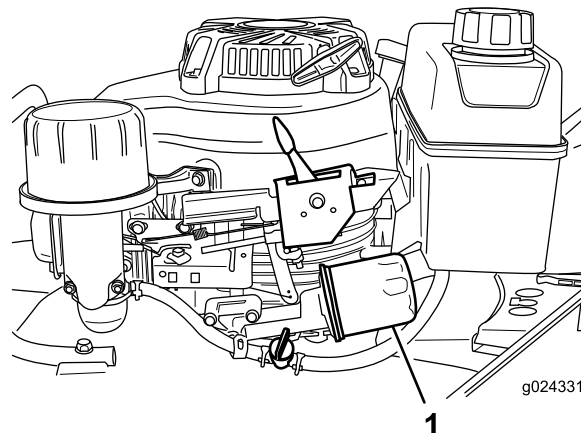

Figura 24
6. Coloque um pano por baixo do filtro do óleo (Figura 24) para absorver qualquer óleo que possa cair quando remover o filtro.